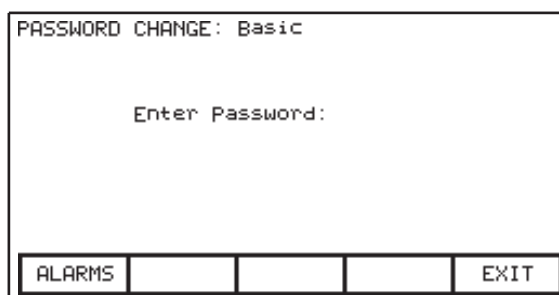

Abbildung 187 – Ändern der Zugriffs-PIN
Die Standard-PIN für die Zugriffsebenen „Basic“ (Basis) und „Advanced“ (Erweitert) lautet Null (0) oder drücken Sie einfach die [Eingabetaste]. Ändern Sie die PIN im Bildschirm „ACCESS“ mithilfe der Tasten ▲ oder ▼, um die Zugriffsebene auszuwählen. Drücken Sie [F9], um das Dienstprogramm „PASSWORD CHANGE“ (Änderung des Kennworts) zu öffnen (Abbildung 187).